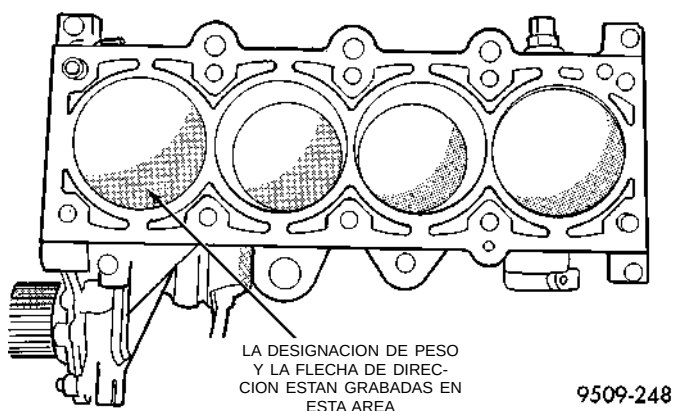

Fig. 78 Marcas de pistón
- (1) Retire el reborde superior de los huecos de cilindros con un escariador de rebordes confiable, antes de retirar los pistones del bloque de cilindros. **Asegúrese de mantener cubierta la parte superior de los pistones durante esta operación.** Marque el pistón con el número de cilindro correspondiente (Fig. 78).
- (3) Los pistones tendrán un grabado en la localización aproximada que se muestra en la (Fig. 78). Estos grabados serán una flecha de dirección o la
(4) La designación de peso estampada, L o H, estará en la mitad delantera del pistón y debe mirar hacia la parte delantera del motor para los motores SOHC. La flecha debe mirar hacia la parte delantera del motor para el motor DOHC (Fig. 78).
(5) Haga girar el cigüeñal, de modo tal que el gorrón de la biela se encuentre en el centro del hueco del cilindro. Introduzca el conjunto de biela y pistón en el hueco del cilindro y guíe la biela encima del gorrón del cigüeñal.
(6) Golpee suavemente el pistón ya situado en el hueco del cilindro, usando el mango de un martillo. Al mismo tiempo, guíe la biela hasta su posición sobre el gorrón de biela.
(7) Instale las tapas de biela. Instale pernos **nuevos** y apriete con una torsión de 27 N·m (20 lbs. pie) más un 1/4 de vuelta.